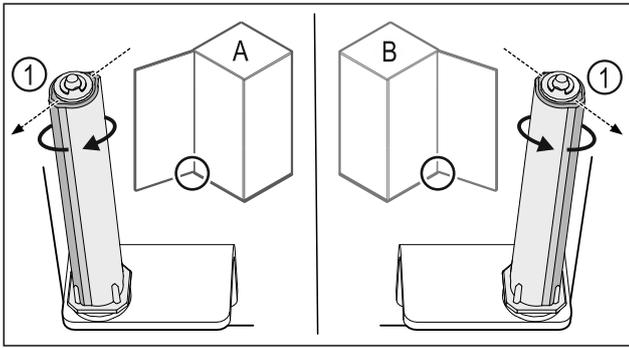

Fig. 45 Atidarymas į kairę (A) / atidarymas į dešinę (B)
- ▶ Sukite uždarymo sistemą, įveikdami pasipriešinimą, kol uždarymo sistemos pertvara Fig. 45 (1) bus nukreipta į išorę.